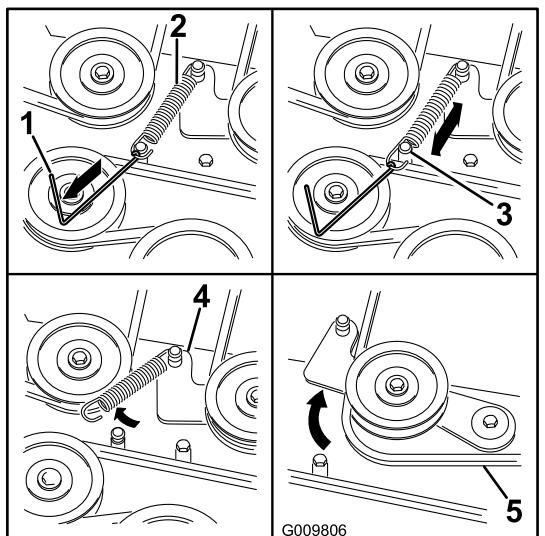

Bild 74
- Entfernen Sie die Spannscheibenfeder mit einem Werkzeug zur Federentfernung (Toro Bestellnummer 92-5771) von der Mähwerkstrebe, um die Spannung von der Spannscheibe zu nehmen (Bild 74).
- Verlegen Sie den neuen Riemen um die Mähwerk- und Bremsspannscheiben unter dem Motor (Bild 74).
- Setzen Sie die Spannscheibenfeder mit einem Werkzeug zur Federentfernung (Toro Bestellnummer 92-5771) auf die Mähwerkstrebe, um die Spannscheibe und den Mähwerkriemen zu spannen (Bild 74).